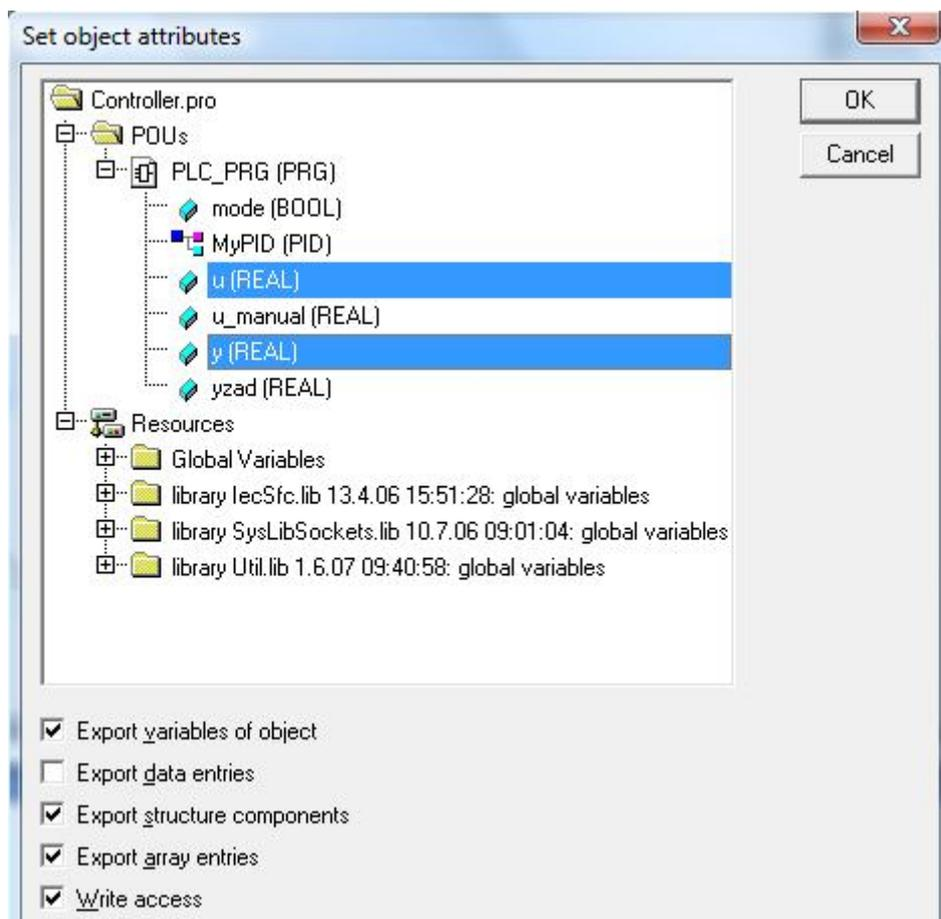

Рис. 48. Выбор переменных для обмена по OPC.
6. Сконфигурировать «символьный файл», выбрав переменные для обмена по OPC (рис. 48). В нашем случае это будут переменные PLC_PRG.u (управляющий сигнал) и PLC_PRG.y (регулируемая величина объекта).